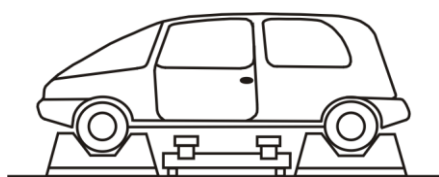
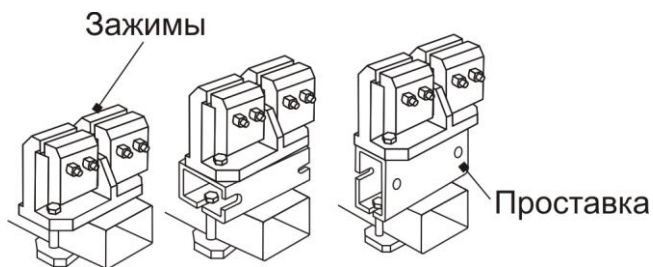

Рисунок 7
Рисунок 8
8.5 Установите на кронштейны зажимы, не затягивая болты крепления (Рисунок 7). В зависимости от дорожного просвета автомобиля (в случае необходимости) между зажимом и кронштейном установите проставки (Рисунок 8).